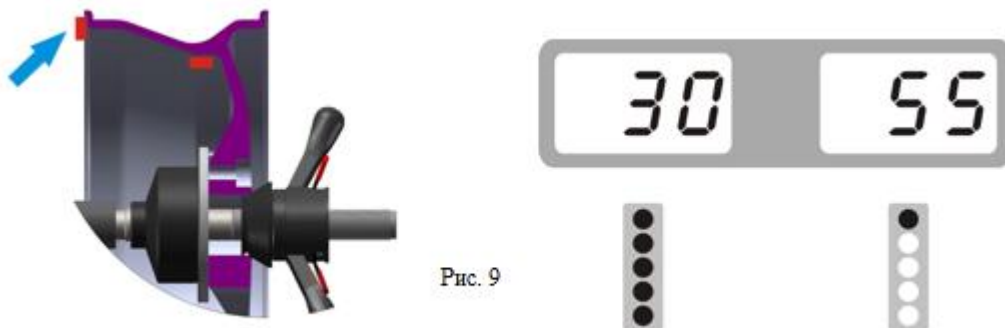

Рис. 9
6.2.6 Медленно проверните колесо против часовой стрелки до появления красного индикатора, что будет означать нахождение правильного положения для установки внутренних грузиков (рис. 9).